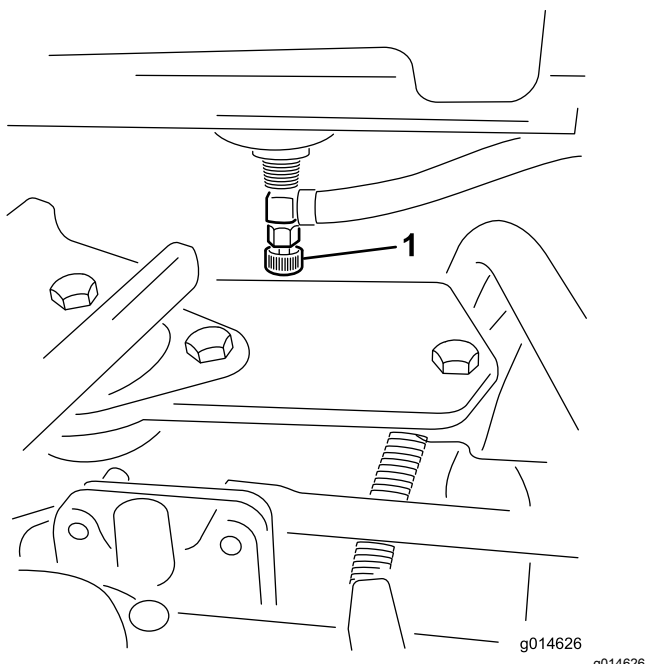

Figura 47
1. Chiudete la valvola di intercettazione del carburante (Figura 47) sotto il serbatoio del carburante.